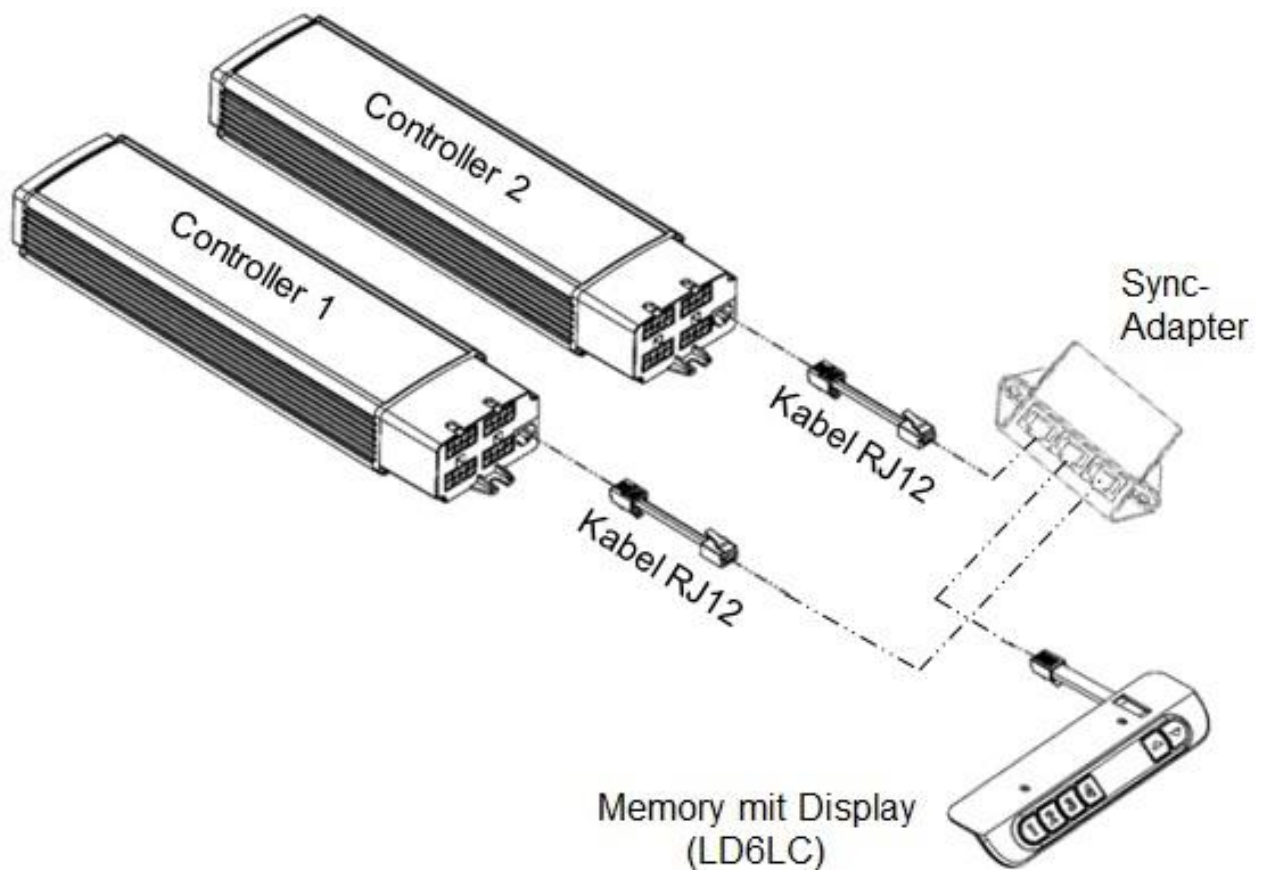

Abbildung 21: Aufbau verlinktes Steuerungssystem mit mehr als 4 Hubelementen
- Der komplette Aufbau dieses verlinkten Steuerungssystems mit mehr als 4 Hubelementen ist in der Abbildung 21 auf der nächsten Seite dargestellt.